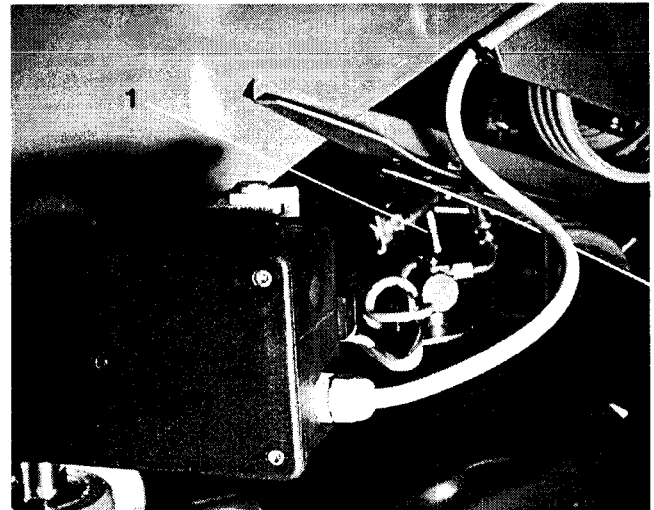

Fig. 39
**Die ausgehängte Schubstange (Fig. 39) mit Hilfsmitteln gegen das Einschwenken in den Arbeitsbereich des Hydraulikzylinders sichern.**